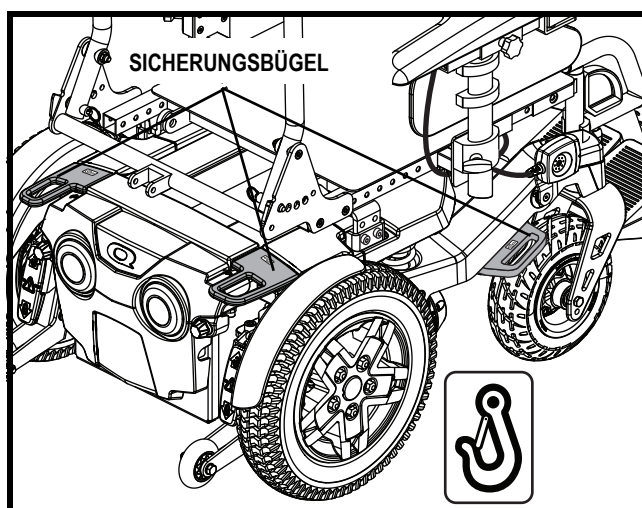

Abb. 7. Sicherungsbügel des Befestigungssystems
- Befestigen Sie die vier Sicherheitsgurte an den vorgesehenen Sicherungspunkten. **Siehe Abb. 7 und 8.** Ziehen Sie die Sicherheitsgurte fest, so dass sie gut gestrafft sind.